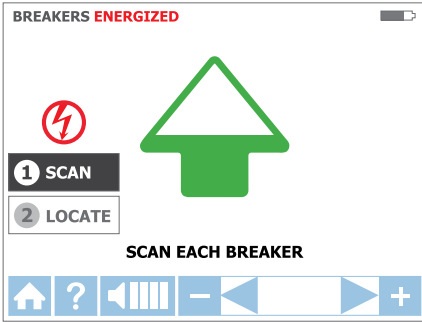

Figure 3.4b
- a. L'appareil démarre automatiquement en mode **1 BALAYAGE** comme indiqué en Figure 3.4b.